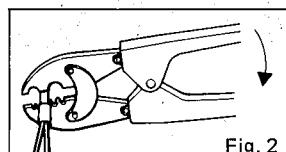

Fig. 2
2. Kläm ihop toppklämmen med tång (nr. YS-1614) som visas i Fig. 2.